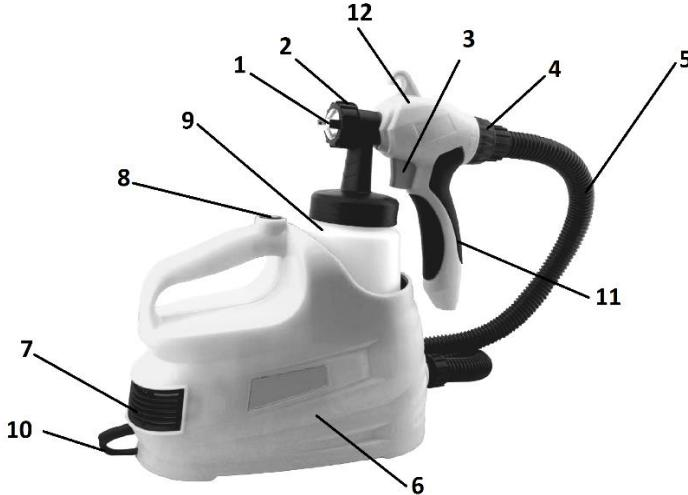

Рисунок 1
- перевірити стан повітряного фільтру під кришкою (7, рис.1) і за необхідності замінити, з'єднати усі частини виробу;
4.2 Виберіть необхідний режим роботи виробу за допомогою повітряної головки с соплом (1) та регулятора розходу матеріалу (4) (див. рисунок 1), для увімкнення блока нагнітання повітря натисніть кнопку «увім/вимк» (8). При натисканні куркової клавіши вимикача (3), матеріал через сопло подається для розпилення. Для зупинки розпилення - відпустити клавішу вимикача, для вимкнення виробу необхідно натиснути кнопку «увім/вимк» (8).